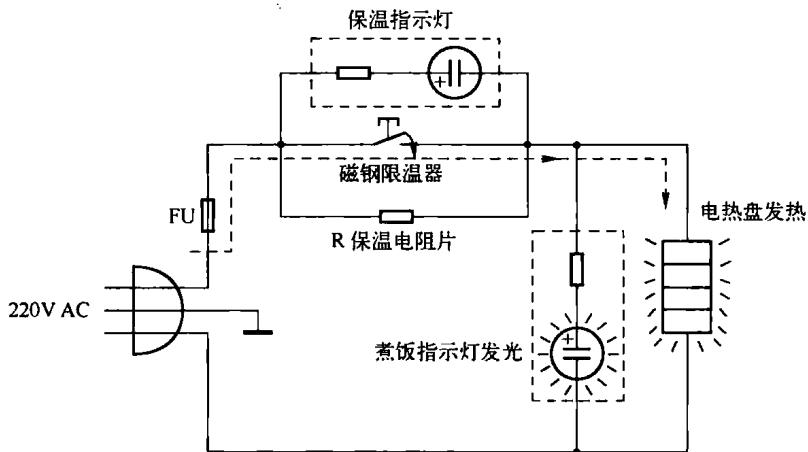

图 1-18 煮饭工作原理图
**1) 煮饭工作原理** 220V 交流电经电源插头、插座连线、超温熔断器和触点开关送到电热盘两端，电热盘开始加热煮饭。因为煮饭指示氖泡与发热盘并联，所以在煮饭时氖泡发亮，表示煮饭状态。由于触点开关将保温指示氖泡和保温器短路，故保温指示氖泡不亮。煮饭工作原理图如图 1-18 所示。